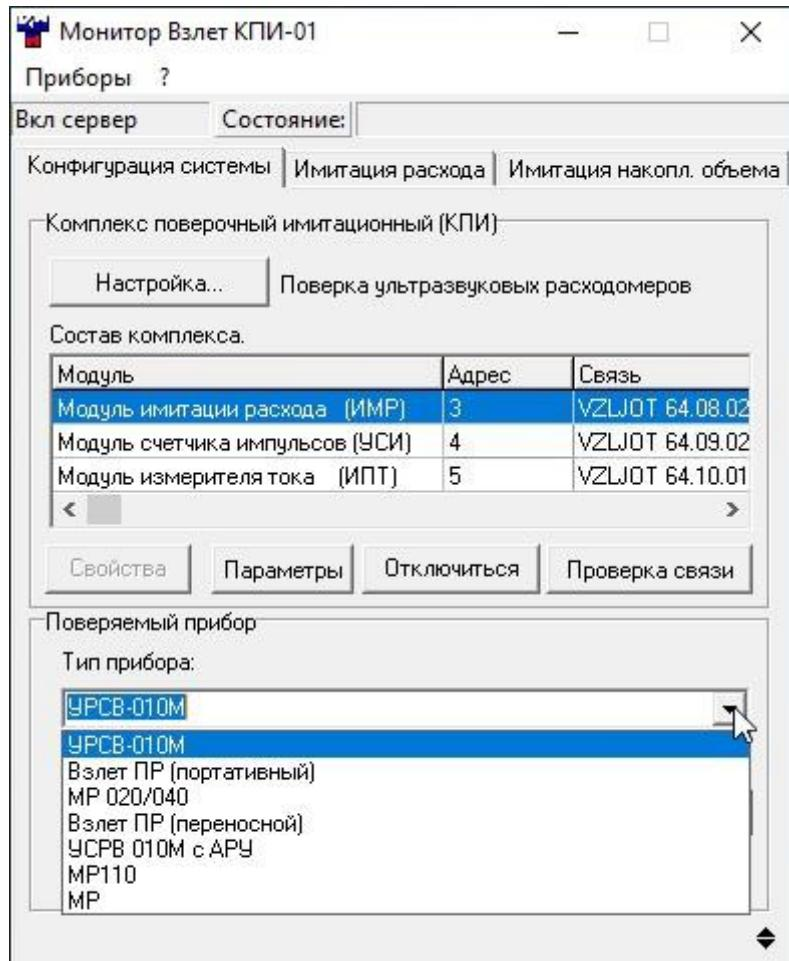

Рис.6. Выбор поверяемого прибора.
- 2.4.1.5. Тип поверяемого прибора выбирают из списка, который разворачивается после нажатия кнопки  расположенной в поле ввода **Тип прибора** (рис.6).